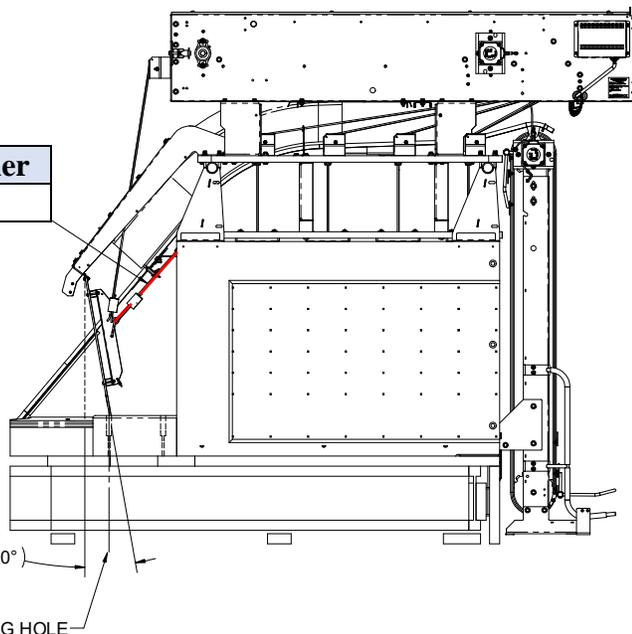

Abbildung E-14, Schildstop Strangpfad (rot dargestellt)
7. Die Länge des Betätigungsstrangs einstellen, indem der Strang durch die Klemme geschoben wird. Die Schildplatte muss senkrecht stehen und mit einem festen Anschlag versehen sein. Siehe Abbildung E-14. Ziehen Sie die Seilklemme nach der Einstellung an.
- b. Die Unterseite der Abschirmplatte muss mit dem vorderen Befestigungsloch des Nasenblocks fluchten. Siehe Abbildung E-14.
5. Die Länge des Betätigungsstrangs einstellen, indem der Strang durch die Klemme geschoben wird. Die Unterseite der Abschirmplatte muss mit dem vorderen Befestigungsloch des Nasenblocks fluchten. Siehe Abbildung E-14. Ziehen Sie die Seilklemme nach der Einstellung an.